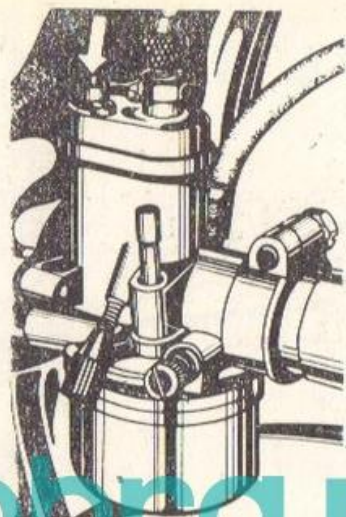

Fig. 4.
2. Închideți obturatorul de pornire (fig. 4), apăsându-l în sensul săgeții.